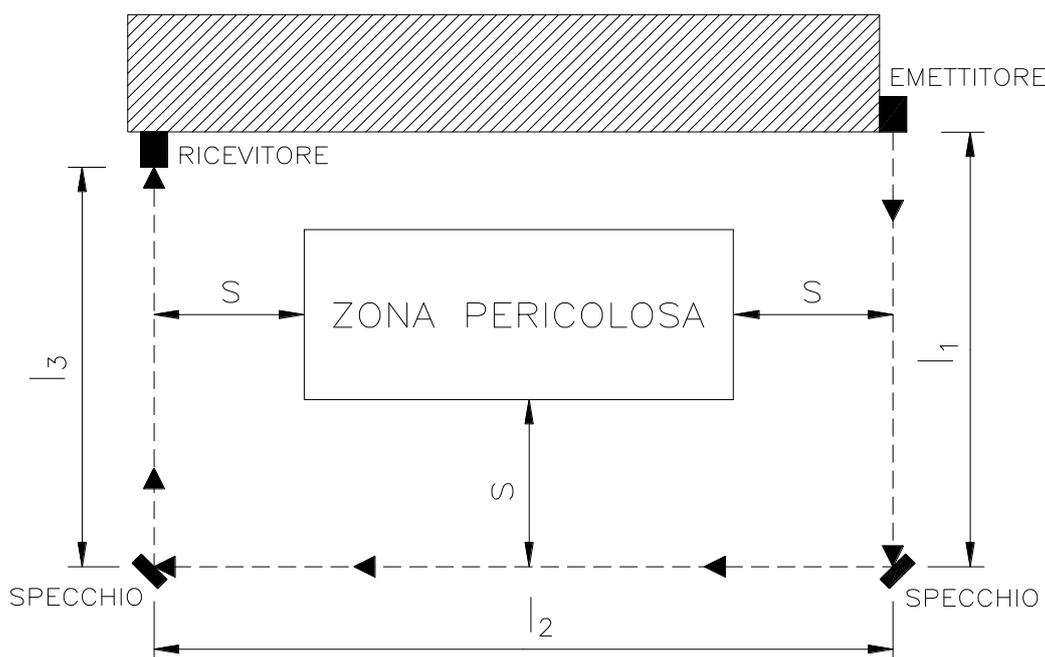

Figura 7 - Specchi deviatori
- Posizionare gli specchi in modo che la minima distanza di sicurezza **S** (Figura 7) sia rispettata su ognuno dei lati di accesso alla zona pericolosa.